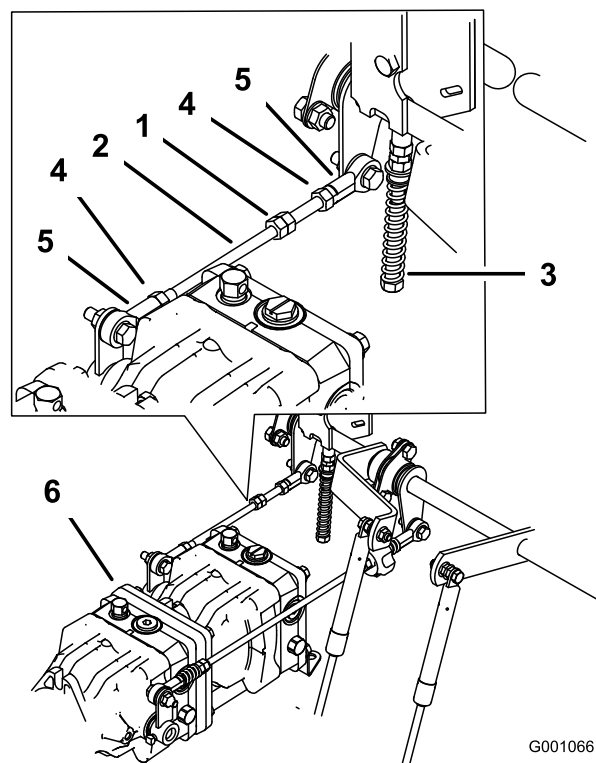

Figura 74
6. Apriete las contratuercas de las articulaciones esféricas (Figura 74).
1. Afloje las contratuercas de la articulación esférica de la varilla de control de la bomba (Figura 74).
3. Ajuste la longitud de la varilla de la bomba girando las tuercas dobles de la varilla, en el sentido apropiado, hasta que la rueda quede estacionaria o se mueva muy lentamente en marcha atrás (Figura 74).